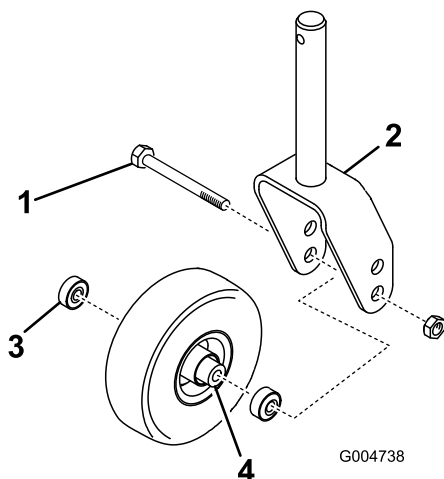
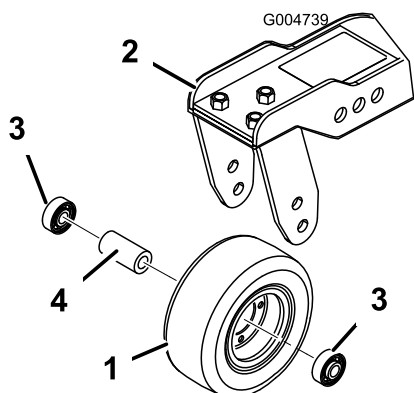

Figura 126
Figura 127
- Retire la contratuerca del perno que sujeta el conjunto de la rueda giratoria entre la horquilla (Figura 126) o al brazo de pivote (Figura 127).
- Retire el cojinete de la rueda y deje que se caiga el suplemento del cojinete (Figura 126 y Figura 127).